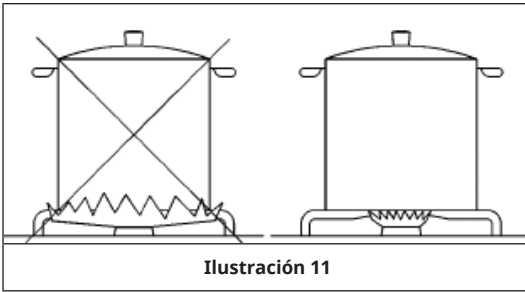

Ilustración 11
- Para cada quemador, utilice el tamaño correcto de sartén/olla (solo con base plana) (consultar la tabla siguiente y la ilustración 11).